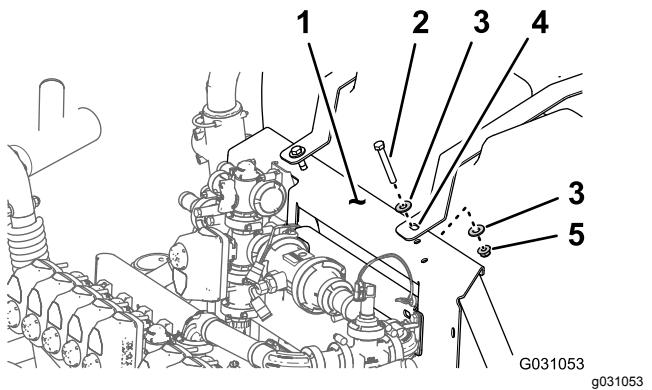

Figura 102
- A. Alinee el orificio del fleje del depósito de enjuague con el orificio en el bastidor del distribuidor (Figura 102).
- B. Monte el fleje en el bastidor (Figura 102) con los 2 pernos (5/8" x 2 3/4"), las 4 arandelas (5/8") y las 2 contratuerca con arandela prensada (5/8") que retiró en el paso 5C de Preparación del depósito de fumigación y del depósito de enjuague opcional (página 7).
- C. Apriete el perno y la contratuerca a mano (Figura 102).